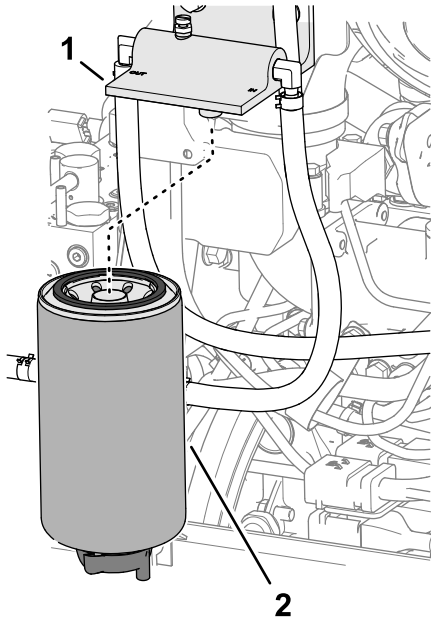

Figure 81
2. Nettoyez le filtre séparateur eau-carburant et la tête du filtre (Figure 81).